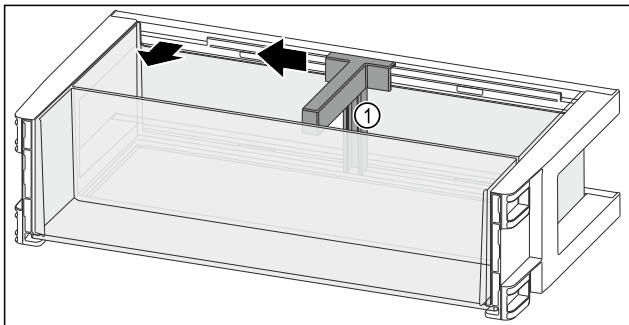

Fig. 92
- ▶ Плъзнете преградата за бутилки Fig. 92 (1) настрани до прореза.
- ▶ Свалете преградата за бутилки Fig. 92 (1).